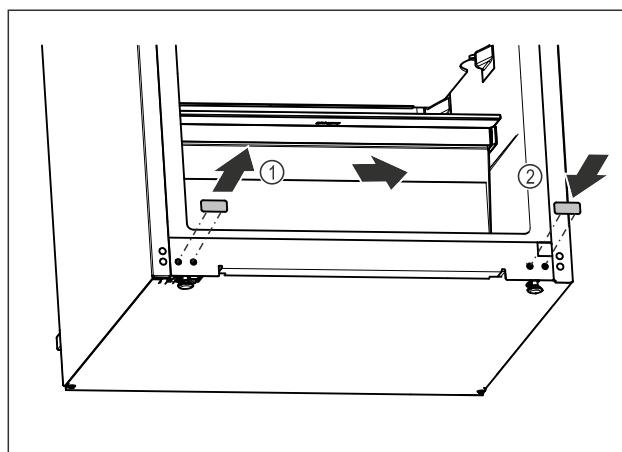

Fig. 21
- Извлеките заглушку. Fig. 21 (1)
- Установите заглушку на противоположной стороне. Fig. 21 (2)